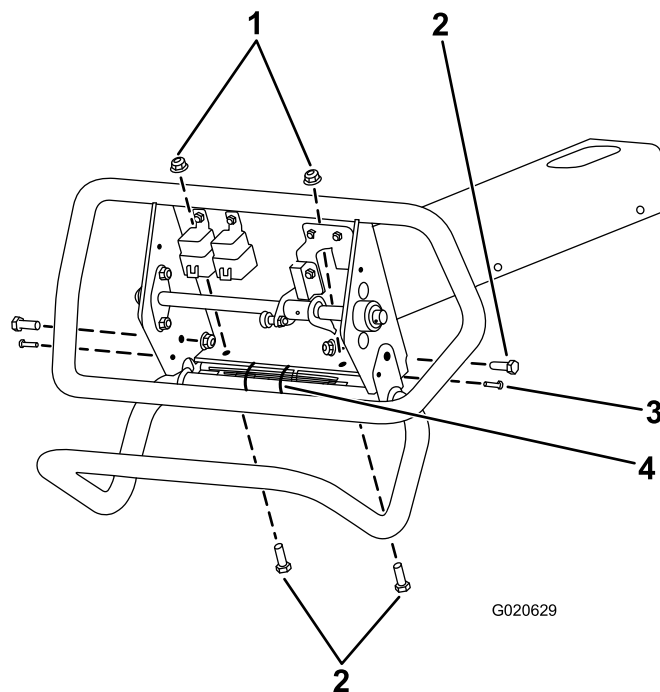

Figure 5
1. Alignez les trous de la poignée sur ceux du cadre (Figure 5).
2. Insérez, mais ne serrez pas, les 2 boulons à tête hexagonale (10-24 x 3/4 po) dans la poignée, les trous du cadre et le couvercle de commande (Figure 5).
3. Fixez la poignée au cadre avec les 4 boulons à tête hexagonale (3/8 x 1 po) et les 4 écrous à embase (Figure 5).
4. Serrez les 4 boulons à tête hexagonale (10-24 x 3/4 po) qui fixent le couvercle au cadre (Figure 5).
5. Installez les deux serre-câbles qui attachent le faisceau de câblage au cadre (Figure 5).